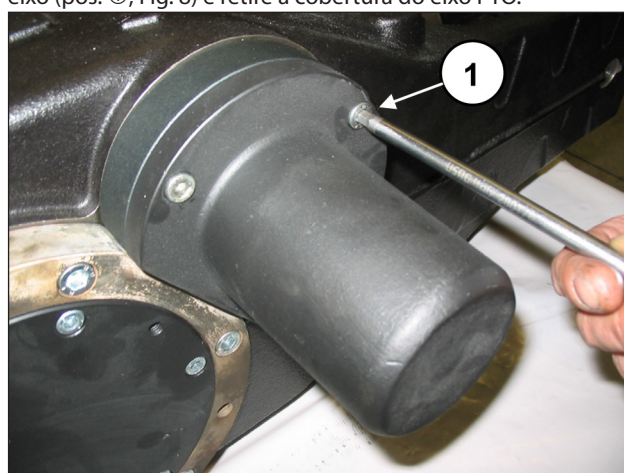

Fig. 8
Solte os parafusos de fixação da cobertura da extremidade do eixo (pos. ①, Fig. 8) e retire a cobertura do eixo PTO.